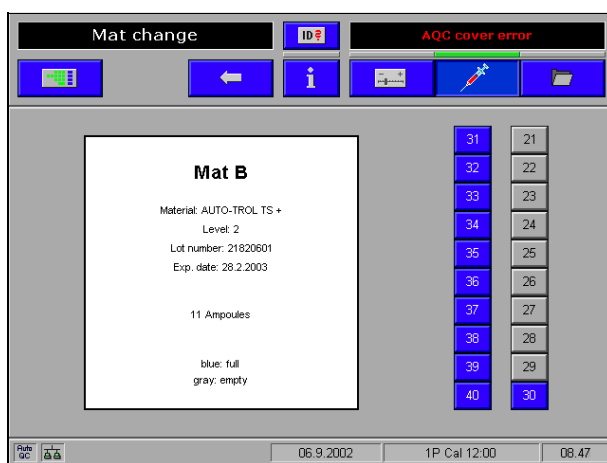

Fig. 5
- 此时安瓿块已不能通过按 "Details"来填充了。通过按相应的键可以改变已选择的安瓿的状态（见图5）和/或选择要测量的安瓿。